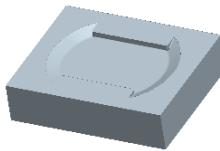

图 27.25 着色后的上半部分体积块
Step4. 选取分型面。选取分型面 **面组:F11 (PS)**（用“列表选取”的方法选取），然后单击 **确定 (①)** 按钮；在“选择”对话框中单击 **确定** 按钮。
Step6. 系统弹出“属性”对话框，在该对话框中单击 **着色** 按钮，着色后的模型如图 27.25 所示。然后在对话框中输入名称 **UPPER_MOLD**，单击 **确定** 按钮。